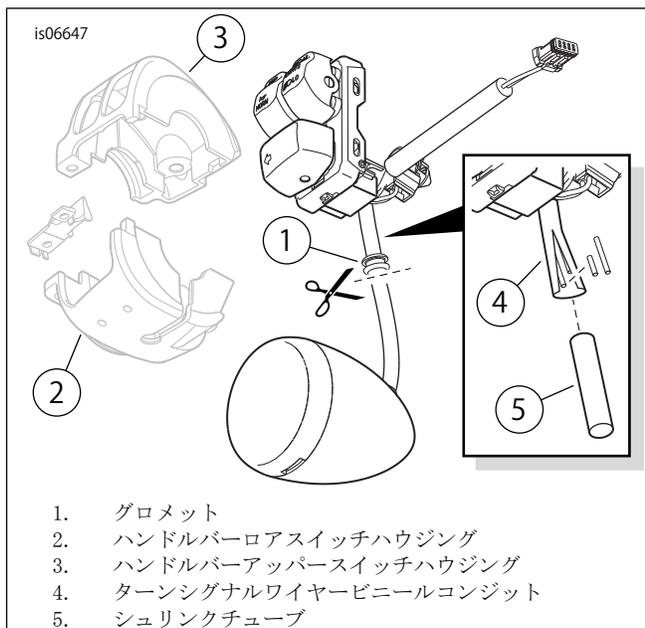

図2。スイッチアッセンブリーからターンシグナルをカットする
1. 「図2」を参照してください。車体の一方から、ハンドルバーロアスイッチハウジング(2)の下にあるグロメット(1)と水平になっているターンシグナルアッセンブリーにつながっているターンシグナルワイヤーとコンジットをカットします。ターンシグナルハウジングの配線を約50-75 mm (2-3 in)残します。